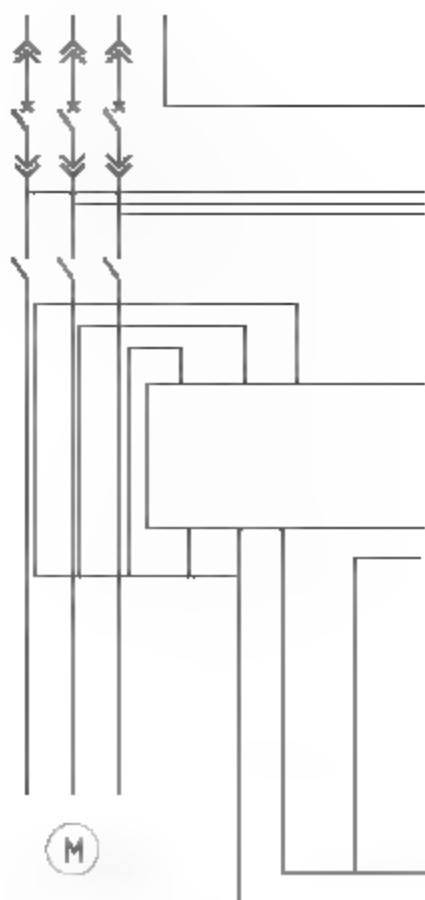

图10-16 修剪线路
**03** 调用TR【修剪】命令，修剪遮挡开关元件的线路，如图10-16所示。